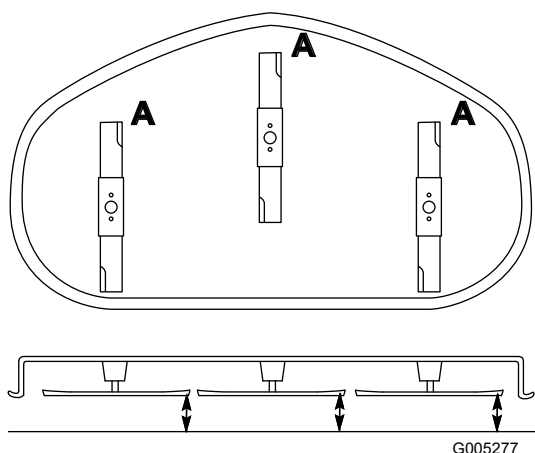

Figure 36
1. Tournez les lames dans le sens longitudinal (Figure 36). Mesurez la distance entre la surface plane et le tranchant (position 1.5) des lames (Figure 36) et notez cette valeur.